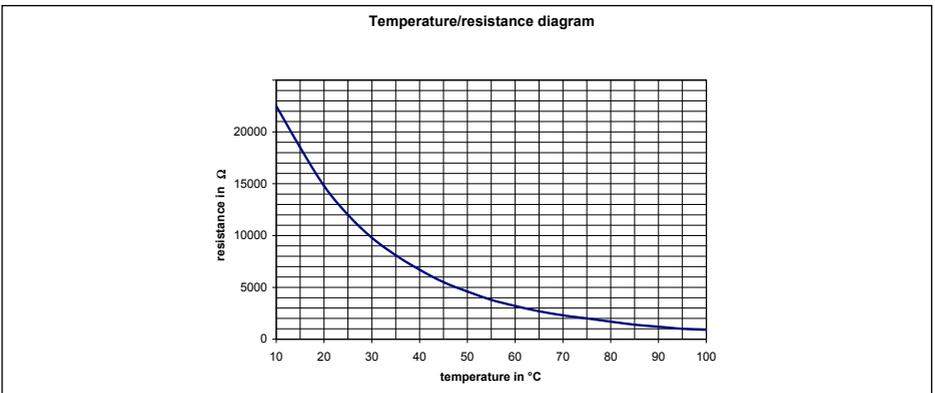

Fig. 22 *Gráfico de resistencia del sensor*
| 19 | Temperatura de retorno demasiado alta | - la resistencia de los sensores a la temperatura fijada, ver Fig. 22. - si la caldera está llena de aire (presión mín. 0,8 bares) |
- Comprobar los valores de resistencia de los sensores frente a los valores de la *Fig. 22* (humedad en los sensores).